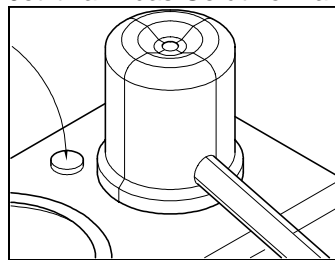

Abb.16
9. Nun den Schalter (Nr.13.7, Abb.10) betätigen. Jetzt wird das Heißwasserreservoir gefüllt und geheizt. Nachdem die oberste Elektrode (Abb.16) erreicht wurde (nach  $\pm 2,5$  Min.), ist das Wasser über den Ablasshahn (Nr.15, Abb.10) an der Vorderseite abzulassen.
des beigegepackten Trichters in die Füllöffnung einschütten (siehe Abb.16).